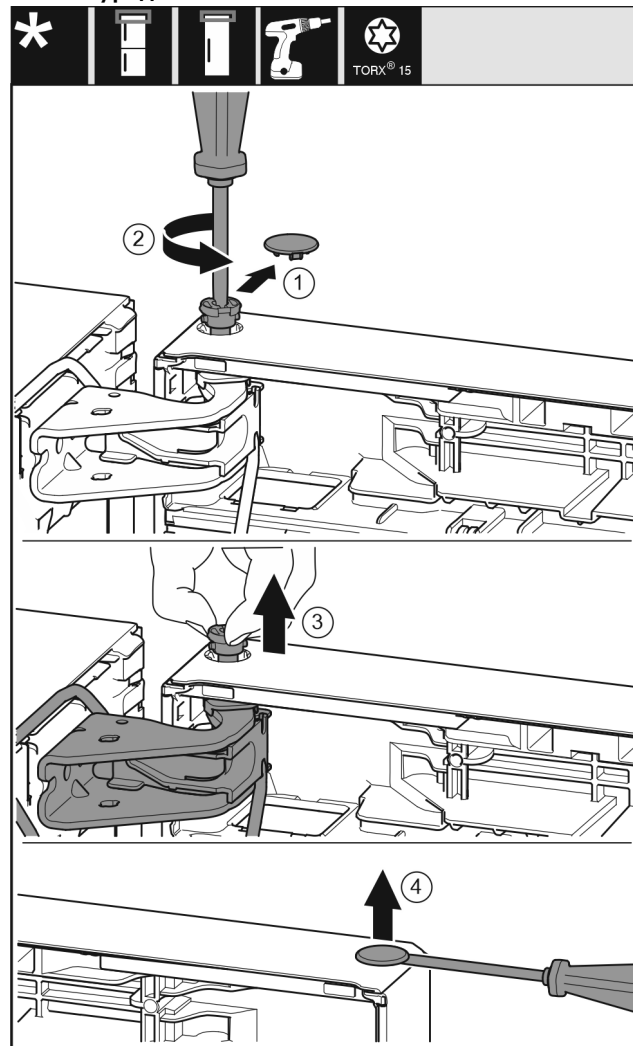

Fig. 22
- ▶ Свалете внимателно предпазния капак. *Fig. 22 (1)*
- ▶ С отвертка T15 отвийте малко болта. *Fig. 22 (2)*
- ▶ Задръжте здраво вратата и извадете болта с пръсти. *Fig. 22 (3)*
- ▶ С плоска отвертка внимателно повдигнете тапата от лагерната втулка на вратата и я извадете. *Fig. 22 (4)*